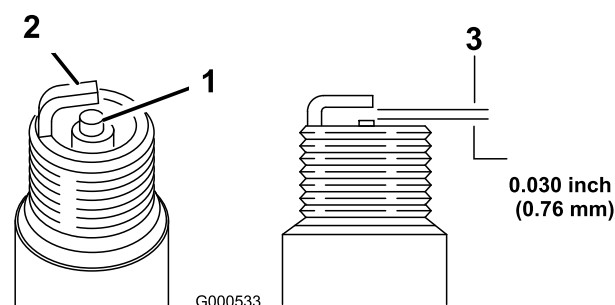

Figura 30
5. Fije el hueco entre los electrodos en 0,76 mm (0,030 pulg.) (Figura 30).